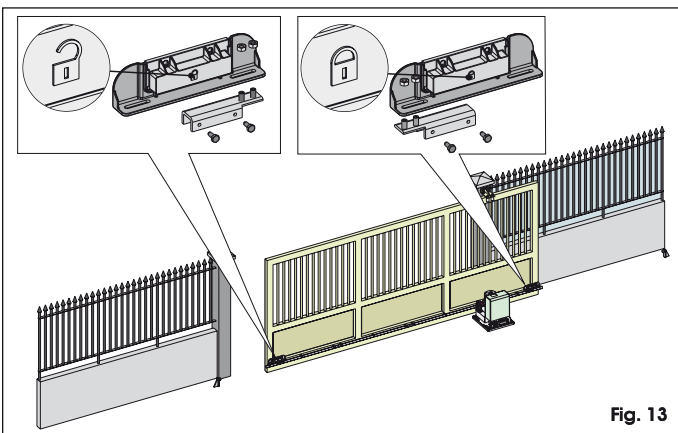

Fig. 13
L'opérateur est muni d'un fin de course magnétique qui commande l'arrêt du mouvement du portail au moment où l'aimant, fixé dans la partie supérieure de la crémaillère, active le capteur. Les aimants fournis avec l'opérateur sont spécialement polarisés et actionnent uniquement un contact du capteur, le contact de fermeture ou le contact d'ouverture. Sur l'aimant qui actionne le contact de portail ouvert est reproduit un cadenas ouvert, vice versa sur l'aimant qui active le contact de portail fermé est reproduit le symbole d'un cadenas fermé (voir Fig.13). Pour positionner correctement les deux aimants de fin de course, agir comme suit:
1. Assembler les deux aimants d'après la figure 13.